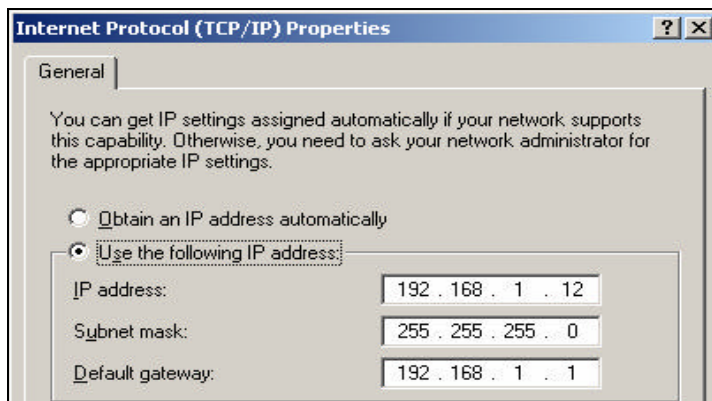

图 3-15 检查 IP 设置
7. 单击工具栏中本地连接的图标 ，检查计算机网卡的 IP 地址设置，并确认 IP address:192.168.1.XXX；Subnet mask:255,255,255,0；Default gateway:192.168.1.1，如有不同，请修改为上述配置，如图 3-15 所示。